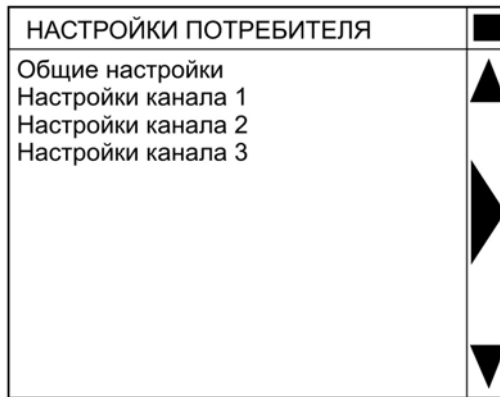

Рис.18 – Меню «Настройки потребителя»
3.4.7.1 Если в «Главном меню» активировать строку «Настройки потребителя», то на экране появится соответствующее меню (рис.18). В основном поле экрана представлены следующие надписи: